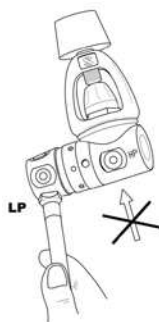

fig. 1
Conecte a mangueira de baixa pressão (LP) da válvula do Inflador ou do sistema A.I.R. 2 a uma saída de baixa pressão (LP) não utilizada no primeiro estágio, **que deve ter a mesma rosca** (fig. 1).